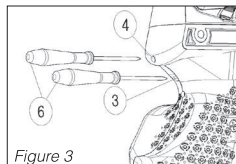

Figure 3
- 24 Après avoir réglé la précision de la course de la détente, vous pourrez être contraints de régler à nouveau la force du ressort de la détente par le trou no: 4. Figure 3, Figure 4